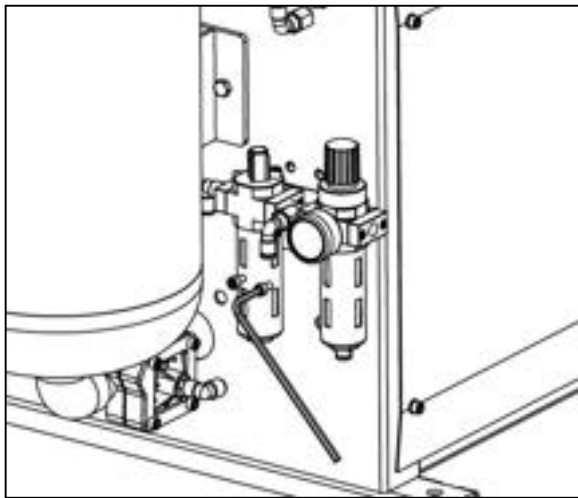

図 6
- エアーレギュレーターをエアータンクの右側に取り付け、図 6 のように No.5 アレンキーで M6x10 ネジ 2 本で取り付けます。
- エアーレギュレーターを取り付けた後、図 7-1 と図 7-2 の様に  $\phi 8$  PU ホース 2 本を接続しているストレートコネクタを取り外します。(このコネクタは、PU ホースが本体に戻る事を防ぎます。) PU ホースを図 6 のようにエアーレギュレーターのコネクタに接続します。